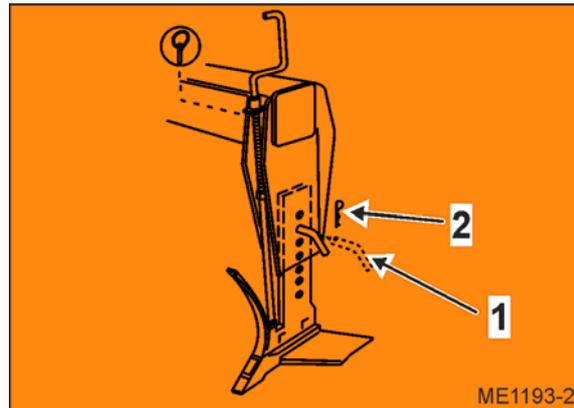

Fig. 29
6. Bolzen (Fig. 29/1) einstecken und mit einem Federstecker (Fig. 29/2) sichern. Der Bolzen bildet die mechanische Sicherung des Scharstieles.